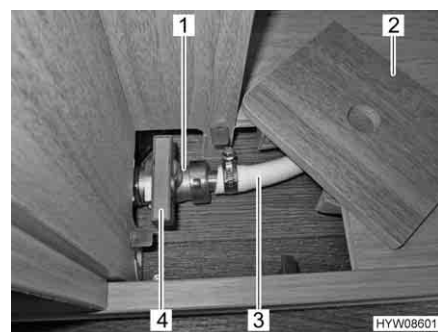

Fig. 59 Rubinetto di scarico
- Aprire lo sportello e rimuovere la copertura (Fig. 59,2) del rubinetto di scarico (Fig. 59,1).
- Aprire il rubinetto di scarico. A questo scopo ruotare la leva (Fig. 59,4) del rubinetto di scarico parallelamente alla tubazione (Fig. 59,3).
- Chiudere il rubinetto di scarico. A questo scopo ruotare la leva del rubinetto di scarico trasversalmente alla tubazione (Fig. 59).